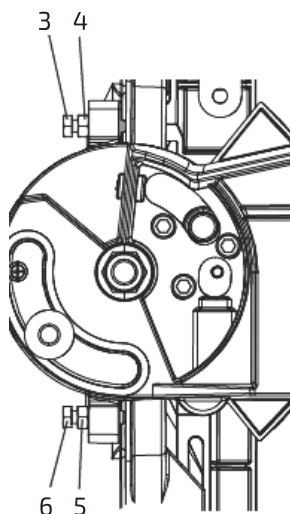

Рис. 14
4. Если угол между диском и поворотным столом отклоняется от 45°, наклонить режущий блок пилы влево, ослабить контргайку (3) и закрутить или открутить регулировочный болт (4), чтобы увеличить или уменьшить угол (рис. 14).
6. Повторять данные шаги, пока угол наклона между режущим диском и поворотным столом не составит 45°. Как только выравнивание будет достигнуто, затянуть контргайку (3) (см. рис. 14).
4. Если угол между диском и поворотным столом отклоняется от 45° , наклонить режущий блок пилы вправо, ослабить контргайку (5) и закрутить или открутить регулировочный болт (6), чтобы увеличить или уменьшить угол (рис. 14).
6. Повторять данные шаги, пока угол наклона между режущим диском и поворотным столом не составит 45° . Как только выравнивание будет достигнуто, затянуть контргайку (5) (см. рис. 14).